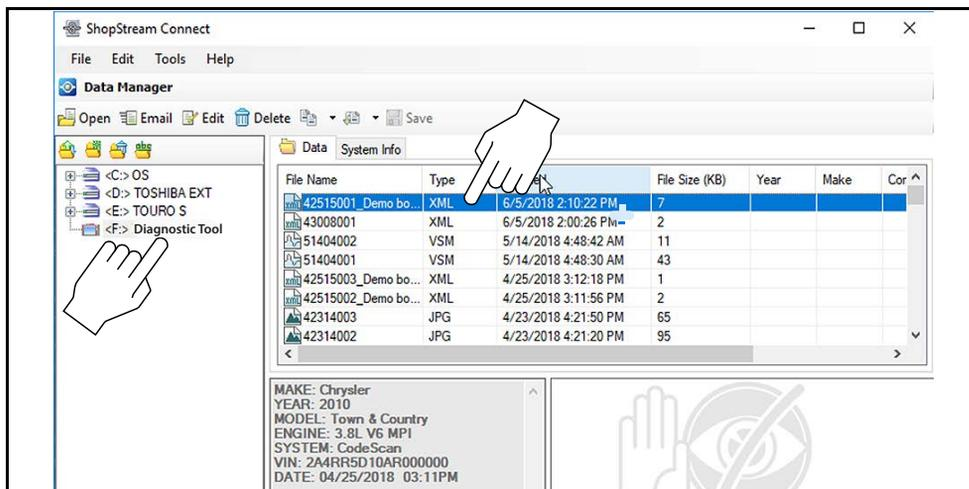
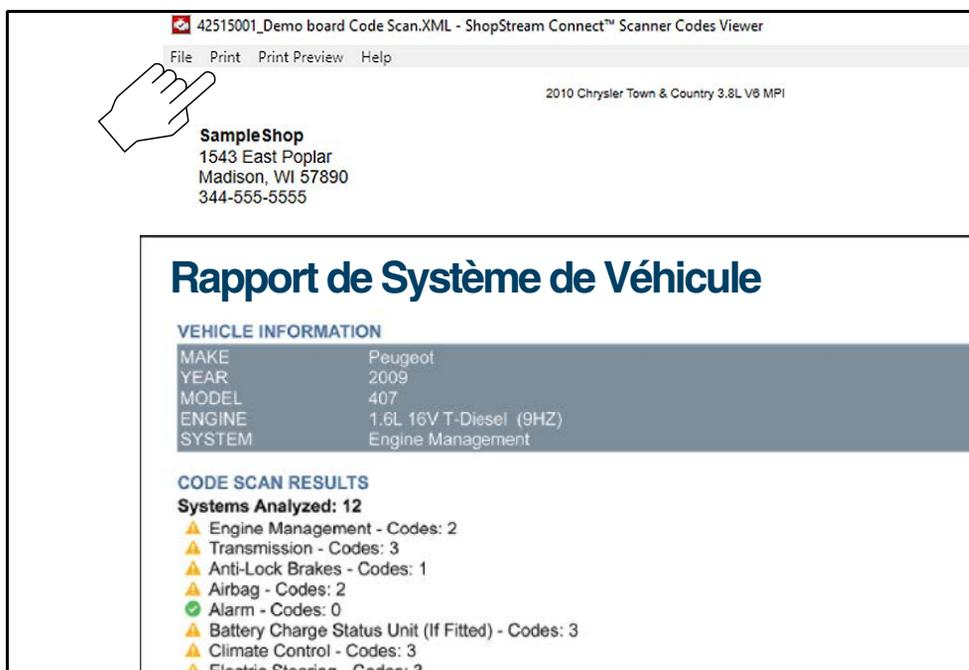

Figure 15-6
Figure 15-7
1. Double-cliquez sur le fichier .XML dans la liste des fichiers pour ouvrir le rapport du système du véhicule (Figure 15-6) dans le lecteur CodeScan (Figure 15-7).
2. Sélectionnez **Imprimer** ou **Aperçu avant impression** dans le menu du lecteur CodeScan pour imprimer ou prévisualiser le rapport du système du véhicule (Figure 15-7).